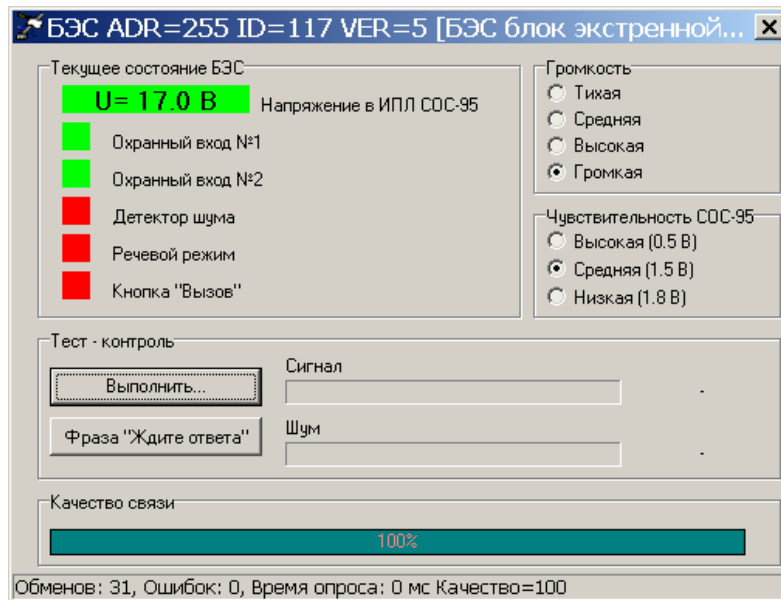

Рисунок 20
3) Нажать на БЭС кнопку «Вызов» и проверить выдачу БЭС речевого оповещения («Ждите ответа»), проверить отображение красным цветом состояния кнопки «Вызов» и речевого режима (рисунок 20).